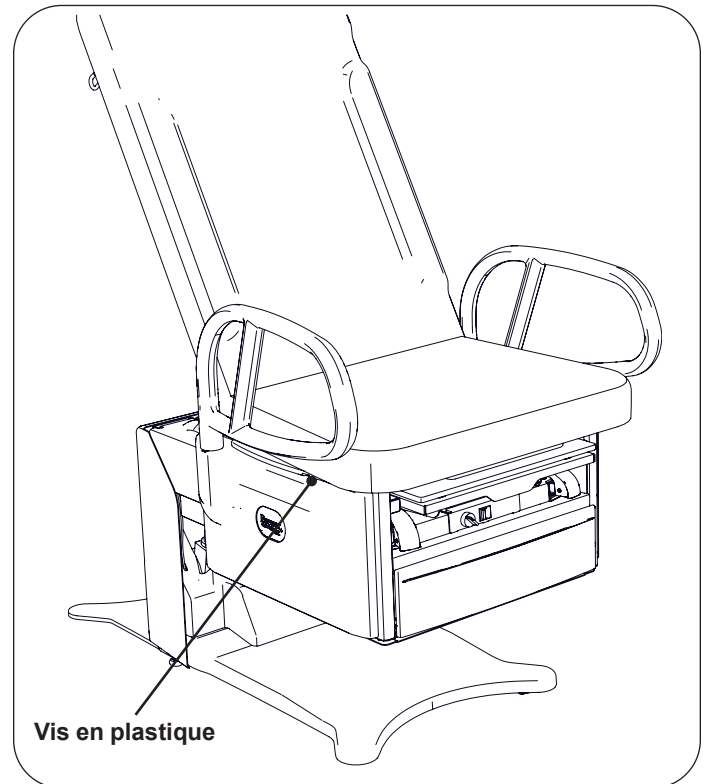

Figure 31. Emplacement de la vis de butée en plastique blanc
2. Retirer la vis (Figure 31).